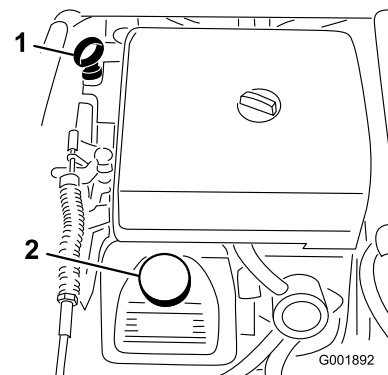

Bild 47
2. Nehmen Sie den Peilstab heraus und wischen Sie ihn mit einem sauberen Lappen ab (Bild 47). Stecken Sie den Peilstab in das Rohr und stellen Sie sicher, dass er vollständig eingeführt ist. Nehmen Sie den Peilstab heraus und prüfen Sie den Ölstand.
3. Wenn der Ölstand niedrig ist, nehmen Sie den Deckel des Einfüllstutzens von der Ventilabdeckung ab (Bild 47) und füllen Sie Öl auf, bis der Ölstand die Vollmarke am Peilstab erreicht. Gießen Sie Öl langsam ein und prüfen Sie den Ölstand häufig während des Füllens. Füllen Sie nicht zu viel ein.
8. Gießen Sie ungefähr 80 % der angegebenen Ölmenge langsam in den Öleinfüllstutzen (Bild 47).